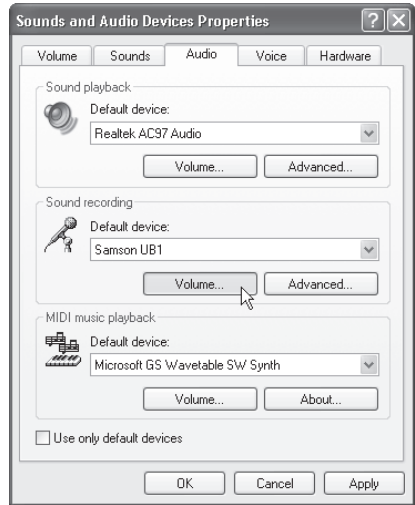

Figura 4
4. Per usare l'UB1 come dispositivo di ingresso predefinito (per programmi come Sound Recorder), assicuratevi che sia impostato per la registrazione nella scheda Audio (figura 4).